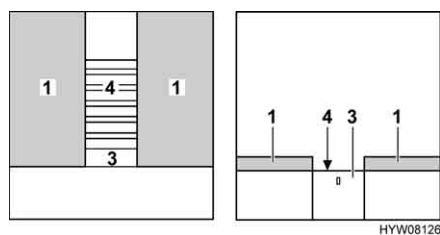

Fig. 135 Durante a transformação
- Se no esticador (Fig. 135,3) tiver instalado um dispositivo de bloqueio: Agarre na parte de trás do painel e destrave o esticador.
- Puxe totalmente para fora o estrado (Fig. 135,4) ou o acrescento com o esticador.